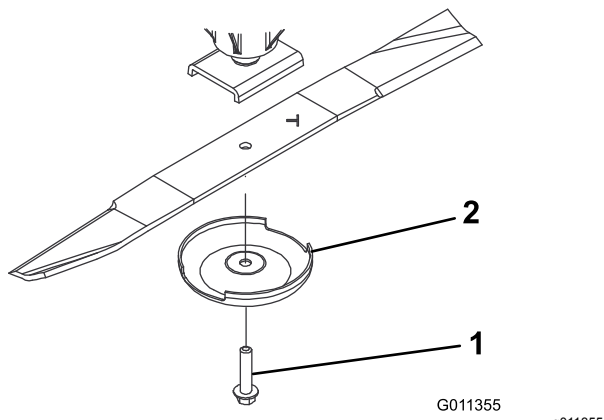

Рисунок 74
3. Снимите болт ножа, защитный колпак и нож с вала шпинделя (**Рисунок 74**).